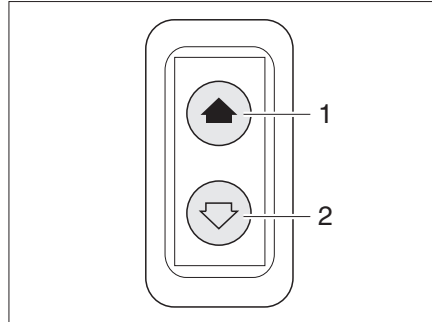

Bild 29 Schalter für elektrischen Fensterheber
Das Fahrzeug ist auf der Fahrerseite mit einem elektrischen Fensterheber (Bild 29) ausgestattet.
*Öffnen:* ■ Schalter unten drücken (Bild 29,2).
*Schließen:* ■ Schalter oben drücken (Bild 29,1).